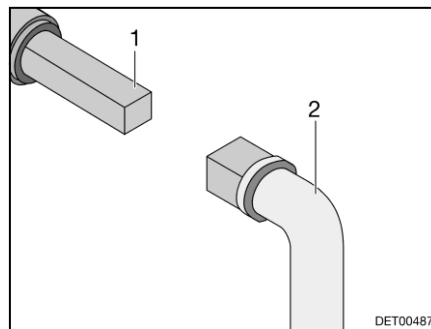

Fig. 127 Utilizzo del rubinetto di scolo delle acque grigie
- Inserire la chiave (Fig. 127,2) sul perno quadro (Fig. 127,1).